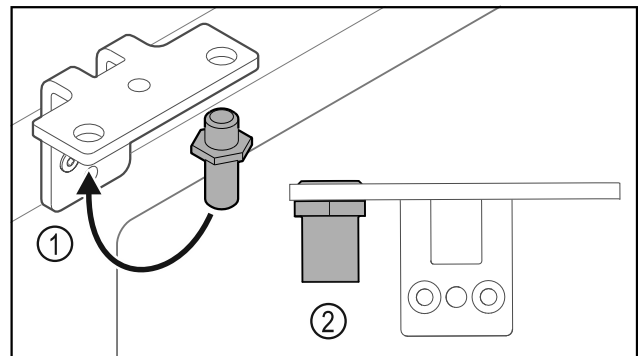

Fig. 25
- ▶ Cambiar la posición del perno Fig. 25 (1) en la escuadra de bisagra.
- ▶ Apretar el perno Fig. 25 (2) con un **par de 12 Nm**.